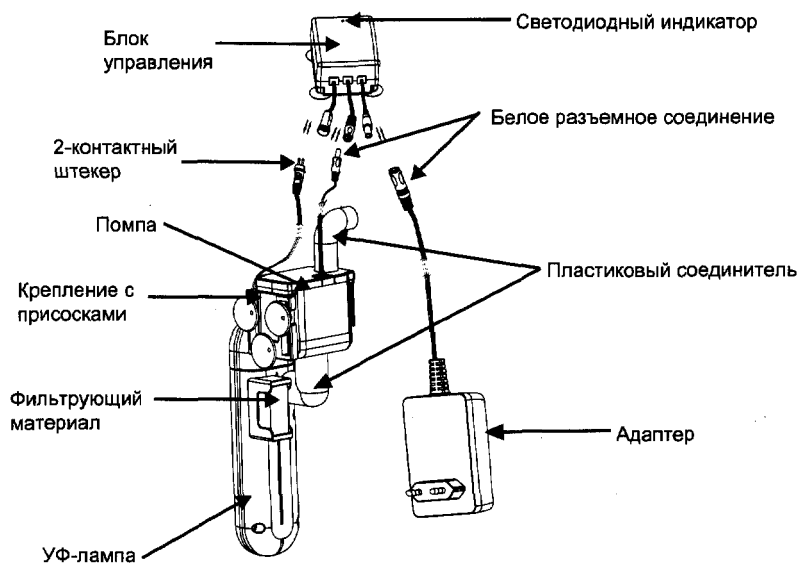

Рис. 6
2. Определите составные части (См. рис. 6)
8. Электрические соединения (См. Рис.6):